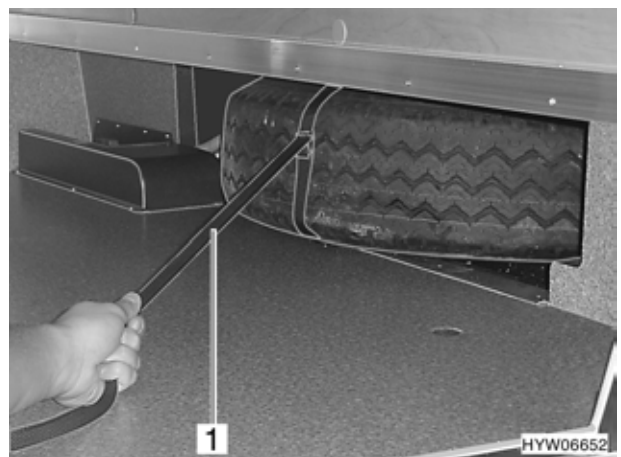

Bild 159 Ersatzrad unterflur
- Ersatzrad mit dem Haltegurt (Bild 159,1) herausziehen.